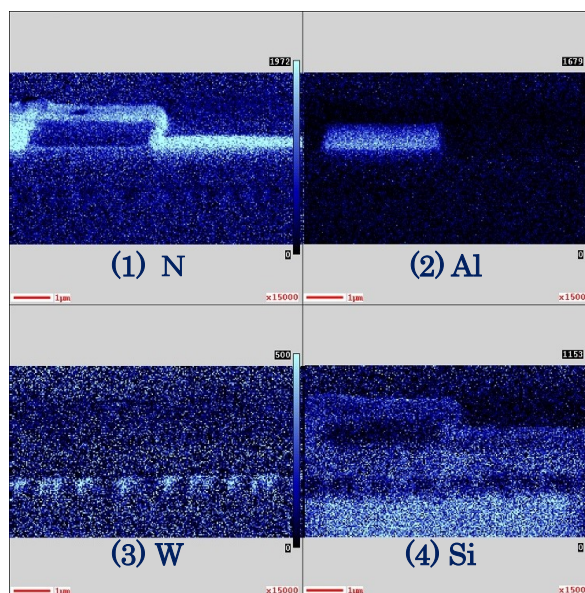

図4. AES 元素マッピング
元素マッピングは、AES スペクトルの強度を二次元的に像として表示したものである。これには、P(ピーク)と B(バック・グラウンド)を個別に測定する従来の P/B 別測定法と新しく採用された P/B 同時測定法の2種類がある。P/B 同時測定法は、P/B 別測定法に比べて測定時間が半分で済み、高感度元素マッピングが可能となっている。図4(1)~(4) に N、Al、W および Si の AES 元素マッピング結果を示す。